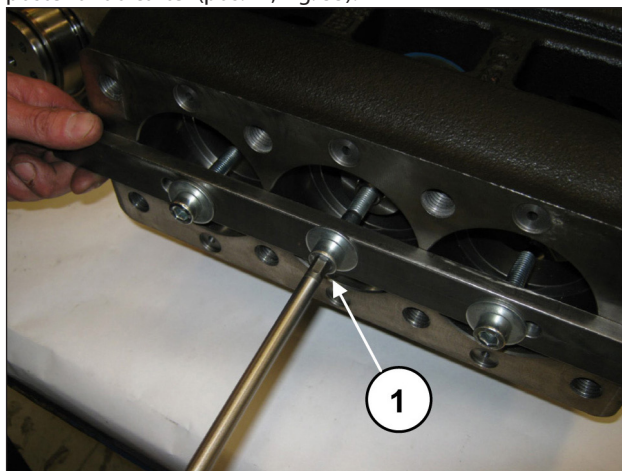
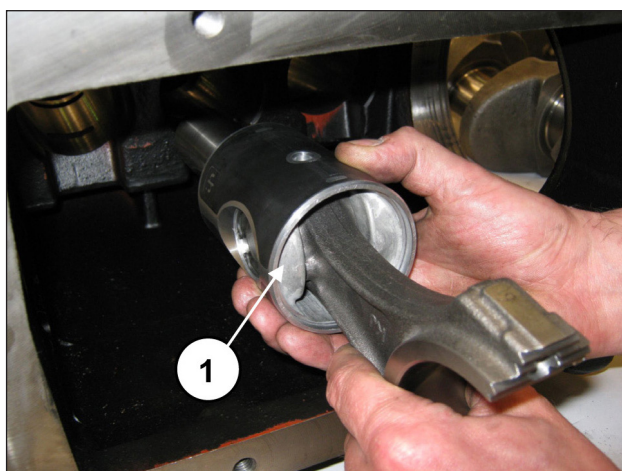
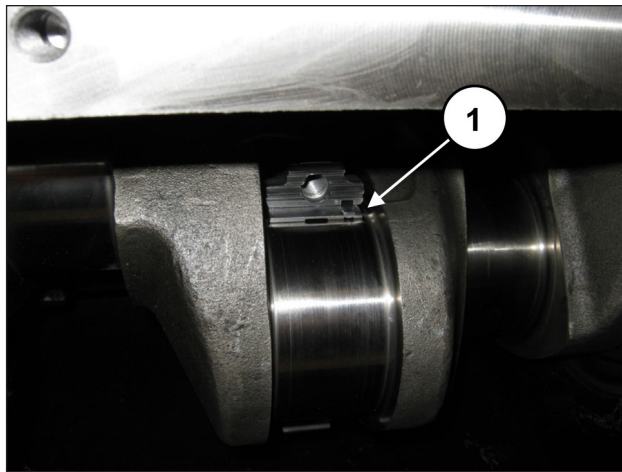

Fig. 32
Fig. 33
Fig. 65
No caso de ser necessário, substitua uma ou mais hastes ou guias do pistão, procedendo conforme a seguir: Prossiga com o desapertar dos parafusos da ferramenta, cód. 27566200, para desbloquear as hastes (pos. ①, Fig. 32) e, em seguida, extraia os grupos da haste-guia do pistão da abertura posterior do carter (pos. ①, Fig. 33).
Depois de ter verificado a limpeza correta do carter, insira o grupo da semi-haste-guia do pistão no interior das varas do carter (pos. ①, Fig. 33).
Bloqueie os três grupos da ferramenta adequada, cód. 27566200 (pos. ①, Fig. 32).
Remova a ferramenta para o bloqueio da haste, cód. 27566200 (pos. ①, Fig. 32). Insira os semi-rolamentos superiores entre a haste e o eixo (pos. ①, Fig. 65).